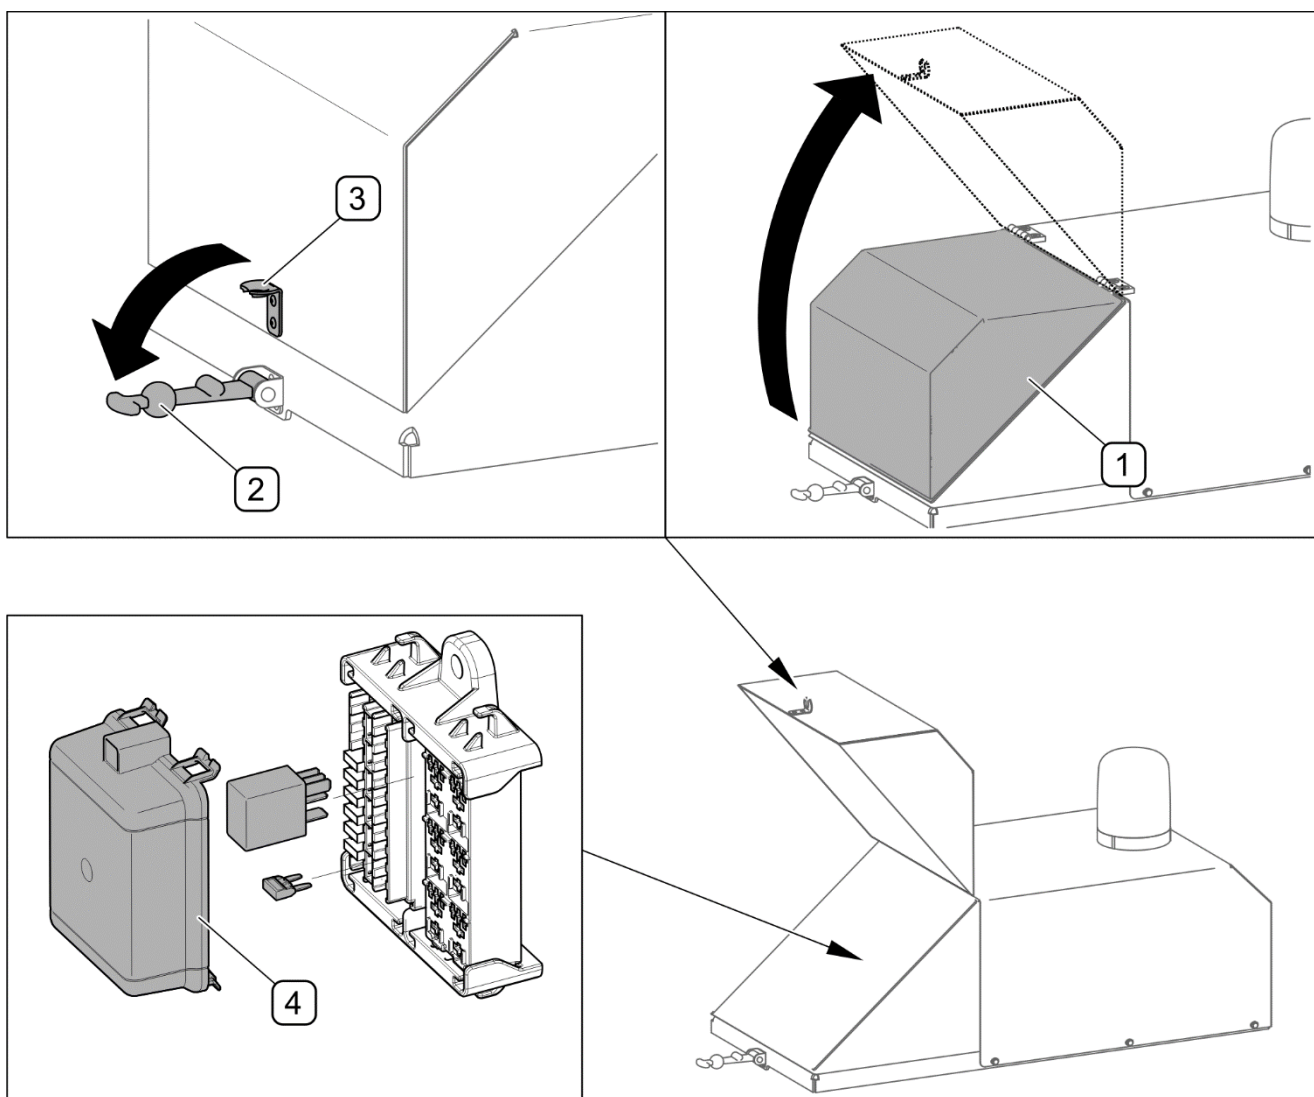

РИСУНОК 5.2 Размещение предохранительной коробки
В случае аварии электрической системы необходимо проверить предохранители, размещенные под крышкой (1) сзади разбрасывателя (РИСУНОК 5.2). Для этого нужно снять резиновую блокировку (2) с зацепа (3) и открыть крышку (1). Предохранители и реле находятся в корпусе под крышкой (4). Неисправный предохранитель нужно вынуть из корпуса и заменить новым. Перечень предохранителей показывает ТАБЛИЦА 5.2